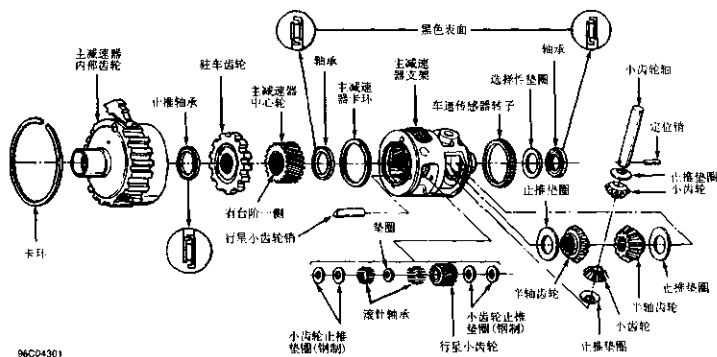

图 2-16 主减速器和差速器总成分解图
③ 使用尖头冲子从行星架上冲出差速器行星齿轮轴固定销。拆下行星齿轮轴、行星齿轮、半轴齿轮和止推垫圈 (图 2-16)。检查所有部件是否损坏或者异常磨损。检查主减速器中心轮的花键或轴颈是否损坏。